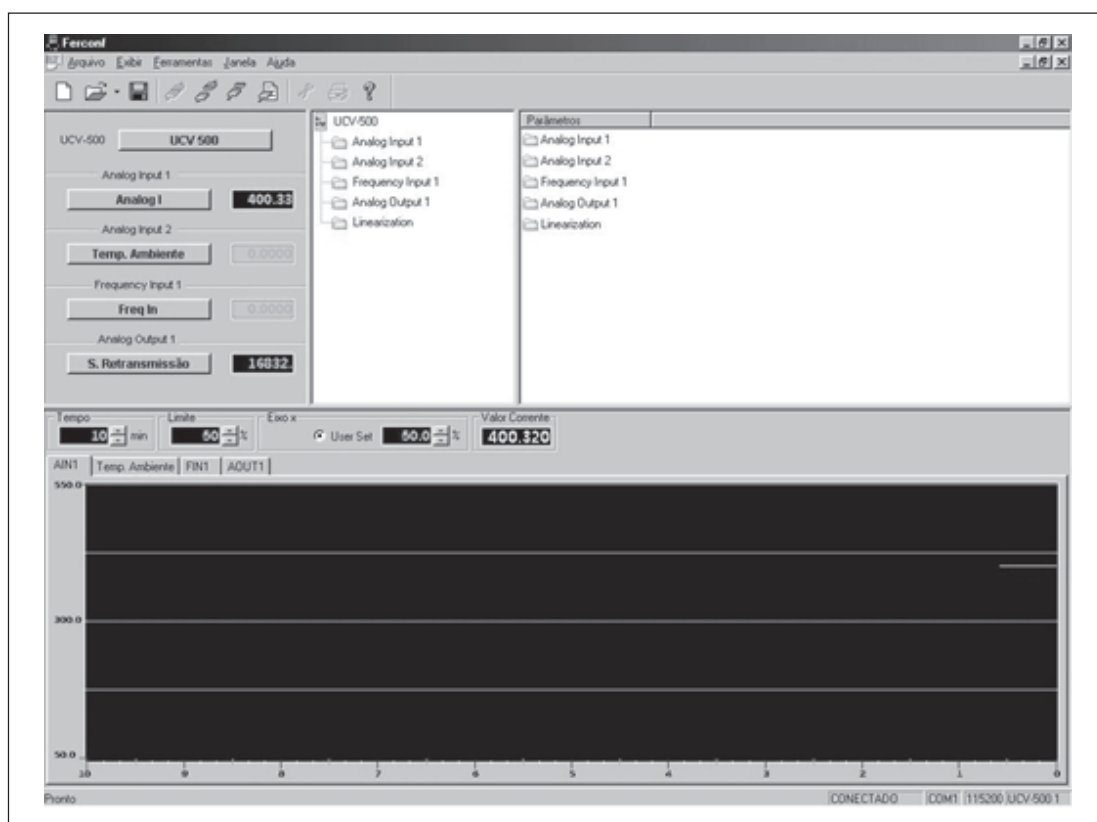

Figura III.1 – Tela de configuração do UCV-500 (Monitoring)
4. Conectar o Ferconf na COM1 do seu micro (caso seja essa a saída de comunicação serial de seu micro). Logo aparecerá o ícone do UCV-500. Clique no + da pasta UCV-500 e em seguida em *Monitoring* (ver Figura III.1).